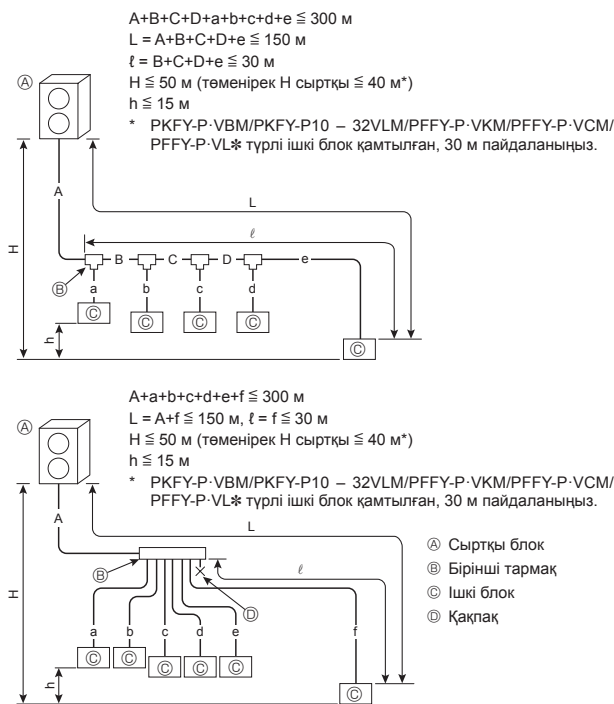

Fig. 4-1
4.2.1. Тармақтағышсыз қосу (Fig. 4-1)